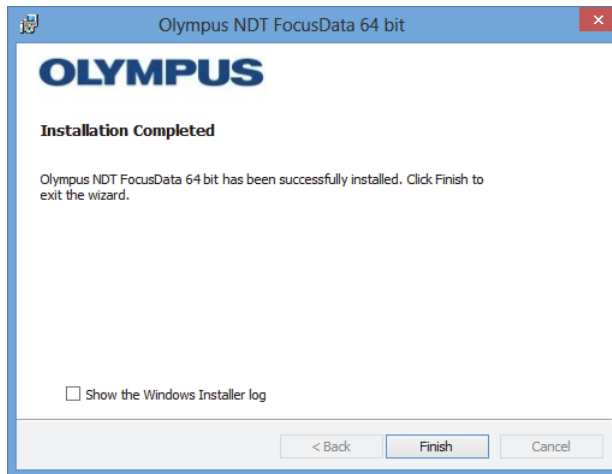

Abbildung 1-8 Seite Installation Completed
7. Auf der Seite **Installation Completed** klicken Sie auf **Finish** (Beenden) (siehe Abbildung 1-8 auf Seite 18).